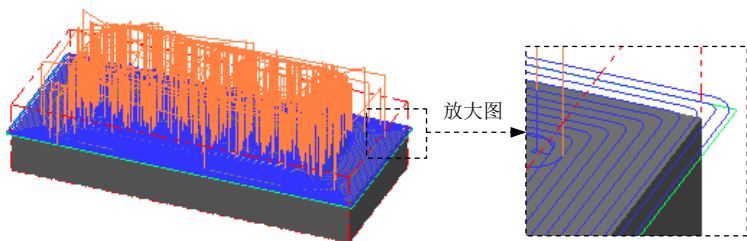

图 24.11 刀具路径
Step8. 单击“曲面残料粗加工”对话框中的 **✓** 按钮，同时在图形区生成图 24.11 所示的刀具路径。